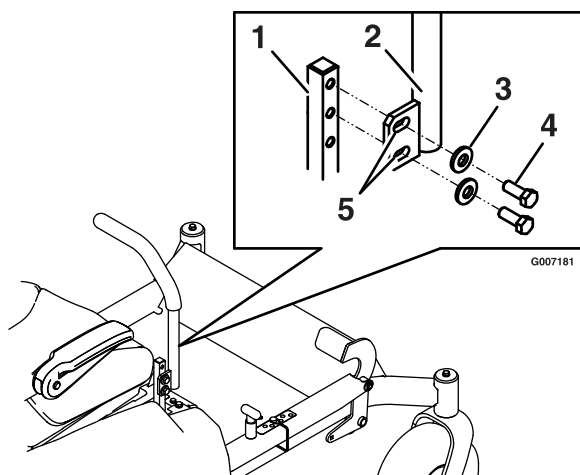

Bild 19
1. Entfernen Sie die beiden Schrauben, mit denen der Schalthebel am Schalthebelarm befestigt ist (Bild 19).
2. Lösen Sie die untere Schraube genug, um den Schalthebel nach vorne oder hinten zu drehen (Bild 19). Ziehen Sie beide Schrauben fest, um den Schalthebel in der neuen Stellung zu arretieren.